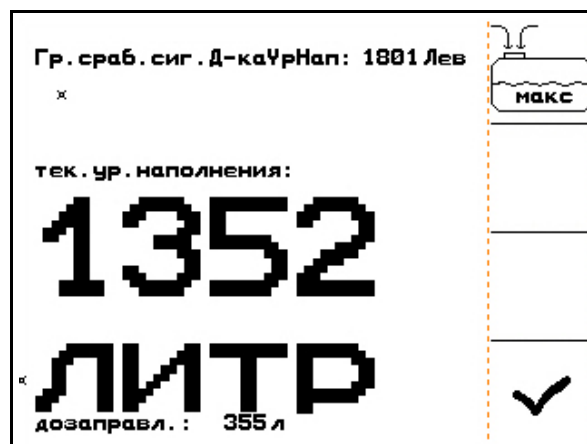

Рис. 66
- Нажатием  вызовите меню "Наполнение" (Рис. 66).